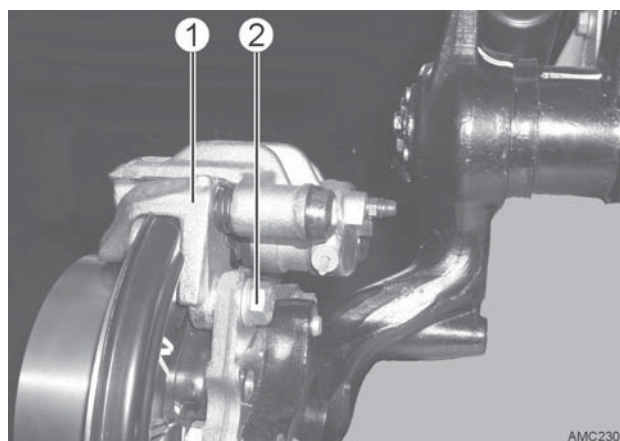

Bild 30
11. Bremssattel (Bild 30 - 1) gem. Montageanweisung des Basisfahrzeugherstellers abbauen.
Schrauben Bremssattel (Bild 30 - 2):